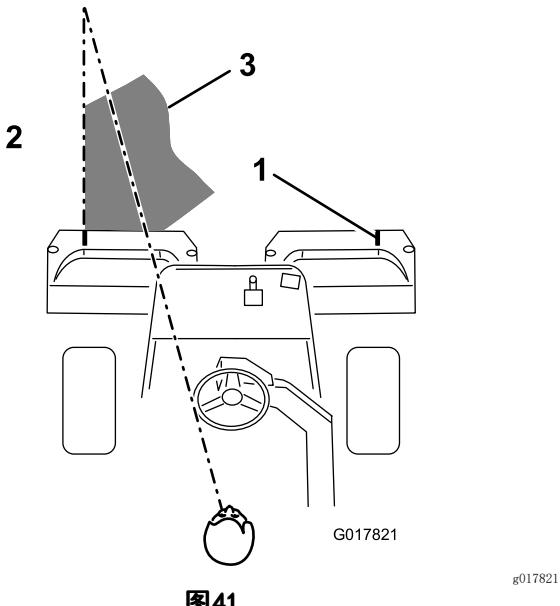

图41
3. 掉头回来的下一道、请与前一道保持最小的交叠量。为了保持以直线方式穿过果岭、并使得机器与此前剪草的边缘保持等距、请在机器前到果岭未剪部分的边缘虚构一条长约 1.8~3m 的视线（图41）。有人发现、将方向盘的外缘看作视线的一部分非常有用；即让方向盘边缘对准与机器前面始终保持等距的某个点（图41）。